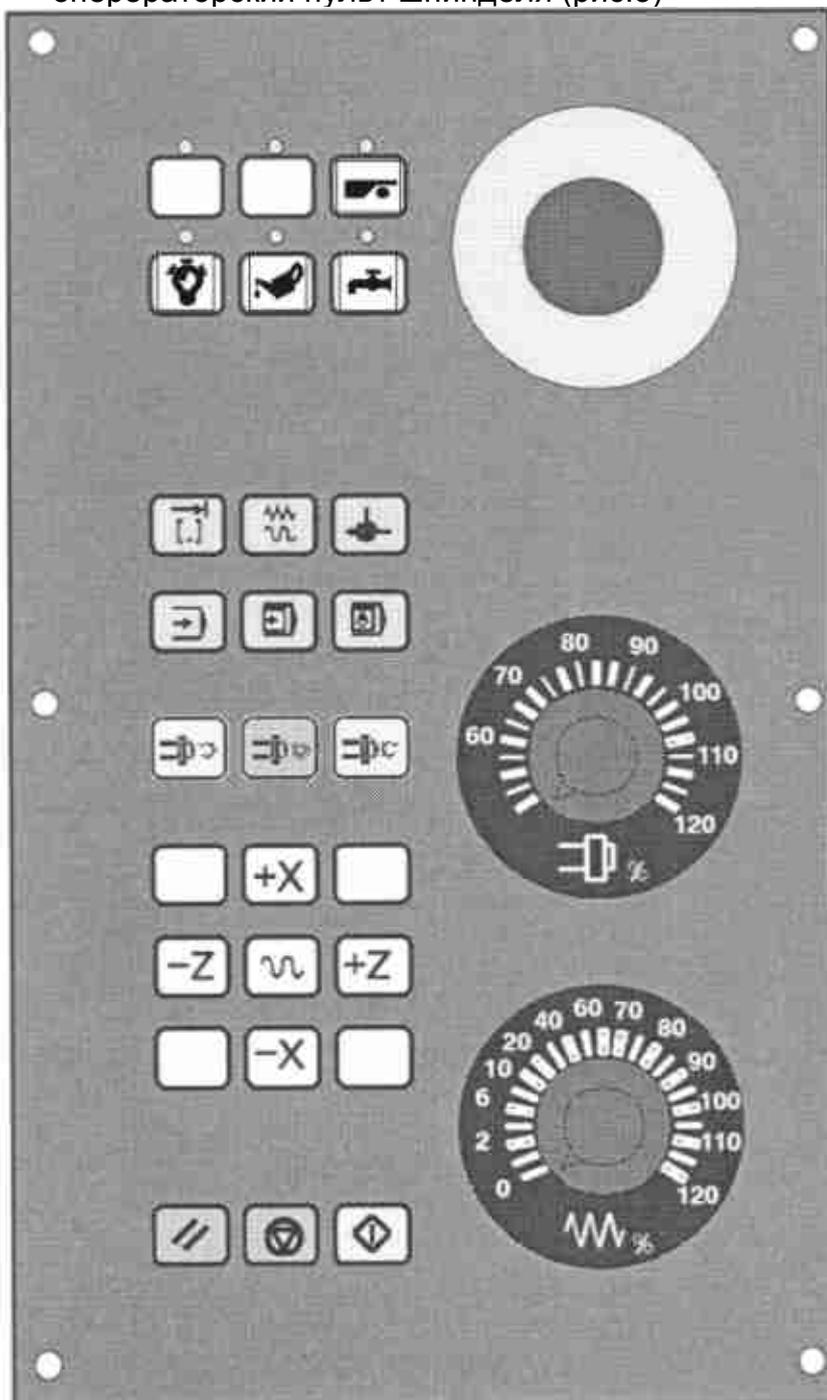

Рис.1
- операторская панель МСР вертикального формата (рис.1)